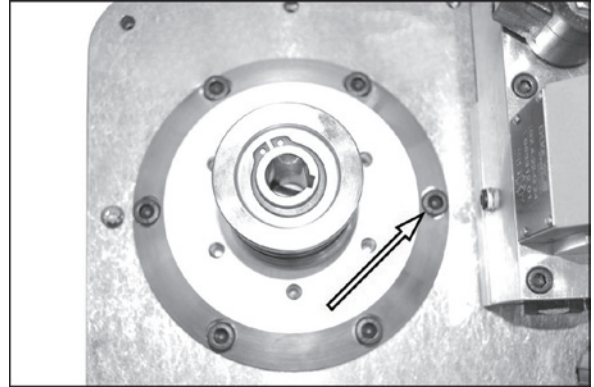

Рис. 33.
2. См. рис. 33. Снимите 6 шт. болтов переходника и переходник.